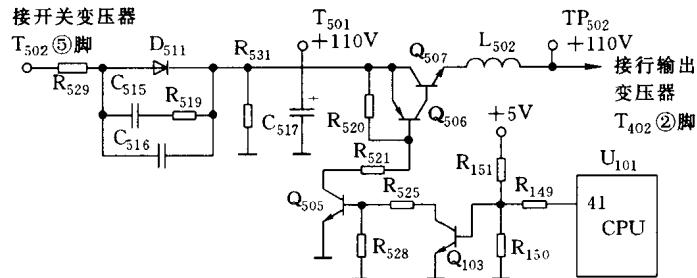

图 1-1-2 关机电路
参见图 1-1-2,由开关变压器 T_{502} ⑤脚输出的脉冲电压经 R_{529} 限流及 D_{511} 整流、 C_{517} 滤波后获得 +110V 电压,该电压不是直接送入行输出级,而是受控于直流关机电路,当该机处于“等